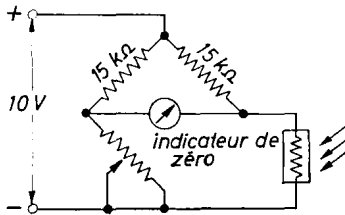

fig. 1
(1) Mesure de la résistance, voir fig. 1.